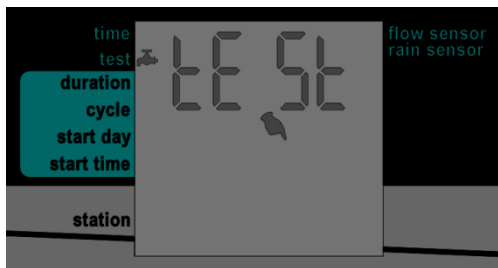

Рисунок 13: Экран проверки
1. Нажать **↵**, когда отображён экран проверки (рисунок 13).